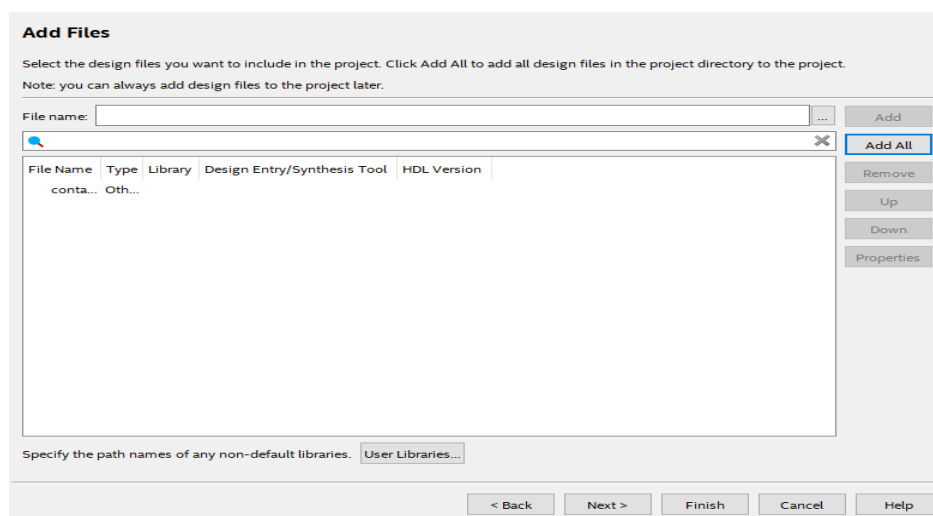

Figura 2. Adición del archivo al nuevo proyecto.
- Oprima la opción “New Project Wizard” del menú inicial, seleccione “Next”. Al hacer esto aparece una ventana de ayuda para introducir la localización del proyecto y el nombre, tal como se muestra en la figura 2 y seleccione “Next”.
- Adicione el archivo, al proyecto como se muestra en la figura 2.